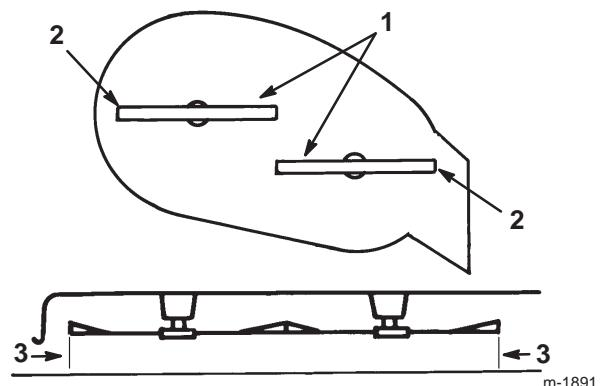

Bild 47
8. Drehen Sie die Schnittmesser vorsichtig von einer Seite zur anderen (Bild 47).
9. Messen Sie den Abstand zwischen den äußeren Schnittkanten und der ebenen Oberfläche (Bild 47). Wenn beide Messwerte nicht innerhalb von 5 mm liegen, ist eine Einstellung erforderlich. Siehe Schritte 10 bis 13.